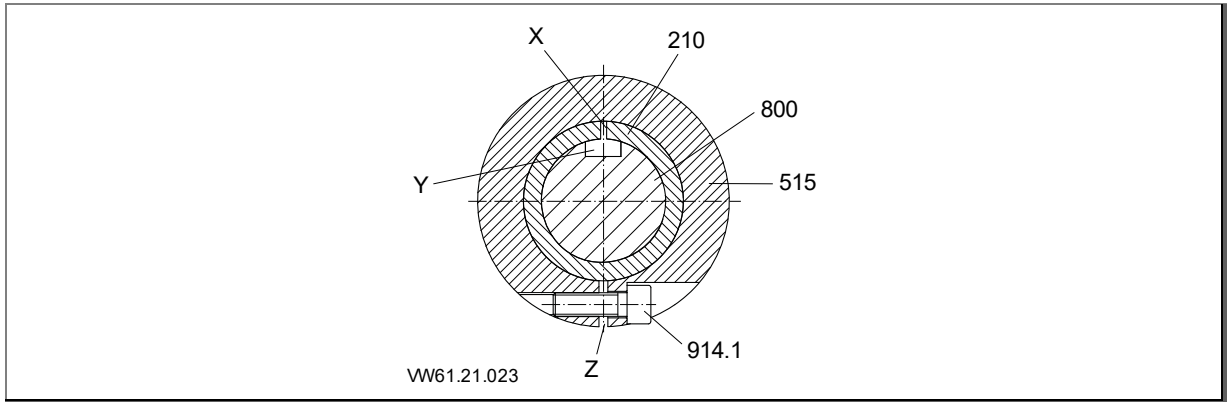

Fig. 8
1. Faire glisser l'extrémité de l'arbre moteur sur l'arbre de la pompe (210). La rainure de clavette de l'arbre moteur et la fente de l'arbre de la pompe (210) doivent coïncider et se trouver en face de la fente de l'anneau de serrage (515). Voir "Fig. 8", page 29